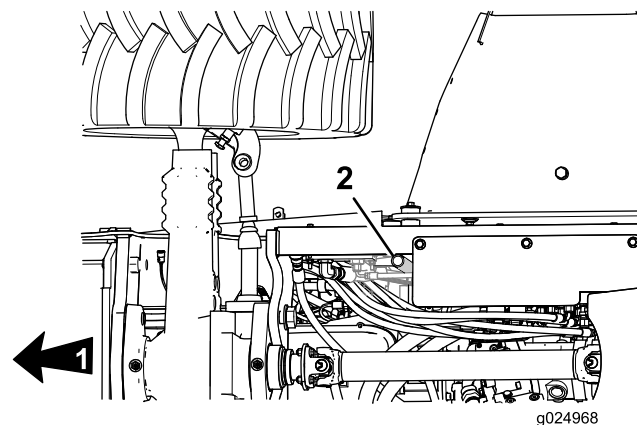

Figura 72
1. Inspeção o tubo de respiro do cárter (Figura 72) em busca de borra, detritos ou gelo no interior do tubo.